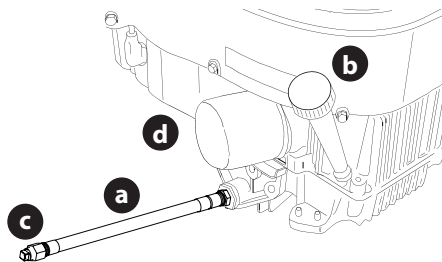

Figura 40
- Ubique la manguera de drenaje de aceite (a) que está en el costado del motor (Figura 40).
- Para recoger el aceite usado, coloque un recipiente adecuado con al menos una capacidad de 2.5 cuartos de galón (2.37 litros), debajo de la abertura de la manguera de drenaje de aceite. Retire el tapón de llenado de aceite/la varilla de nivel de aceite (b) del tubo de llenado (Figura 40).
3. Mientras sostiene el extremo libre de la manguera de drenaje de aceite sobre el recipiente de recolección de aceite, desenrosque el tapón con cabeza cuadrada de la manguera (c) del extremo de la manguera de drenaje de aceite (Figura 40 en la página 64). Drene el aceite del motor dentro del recipiente recolector.
5. Extraiga el filtro de aceite (d) y drene en el recipiente recolector (Figura 40 en la página 64).
6. Vuelva a colocar el filtro de aceite (d) y cargue el motor con aceite nuevo según las instrucciones del Manual del Operador del Motor (Figura 40 en la página 64).